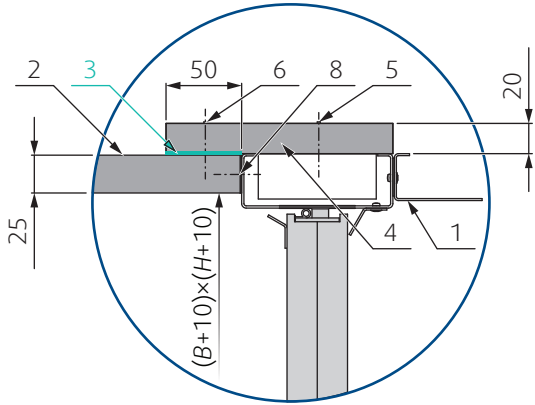
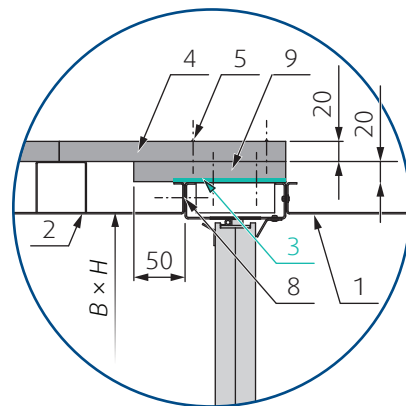

Abb. 36: Querschnitt des Anschlusses an einen 25 mm starken Plattenkanal
Abb. 41: Querschnitt des Anschlusses an einem plattenisolierten Blechkanal mit dem Zubehör K1-S-S-SA2L
1. Kanalanschluss oder -öffnung gemäß Abb. 36 - Abb. 41 vorbereiten, Anschlussfläche reinigen.
2. Auf die Anschlussflächen gemäß Fig. 36 - Fig. 41 eine Brandschutzbeschichtung (3) auftragen.
4. Aus den Promat-Platten (4 und 7) einen überlappenden Kragen bilden, wie in Fig. 36 - Fig. 41 dargestellt.
5. Befestigen Sie den Überlappungskragen mit den Schrauben (5) an der Entrauchungsklappe.